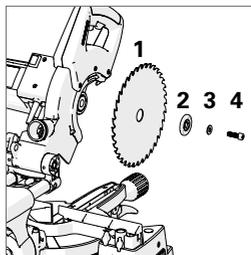

Fig. 20
Installare la lama (1), la flangia (2), la rondella (3) e la vite della custodia (4) (fig. 20).